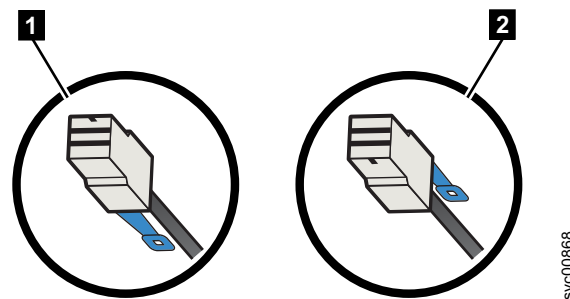

Abbildung 134. Ausrichtung des SAS-Kabelsteckers
- Bei Erweiterungsgehäusen und 2145-12F muss sich die blaue Haltezunge unter dem Kabel befinden ( **1** in Abb. 134).
- Bei 2145-SV1- oder 2145-DH8-Knoten und 2145-92F -Gehäusen muss sich die blaue Haltezunge über dem Stecker befinden ( **2** in Abb. 134).